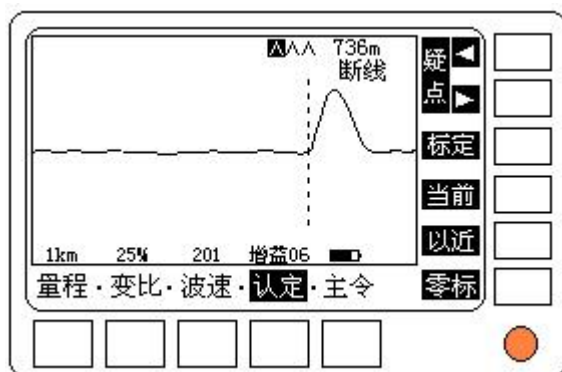

图 2.5.1 一个断线故障的自动测试画面
1. 自动测试：按下“自动”键，进入自动测试。仪器将从小到大，搜索每一个量程。可疑点在波形右上角用符号“^”标示，最后将距离最近的一个可疑点的波形、故障距离以及故障性质显示出来。故障距离和故障性质显示在波形的右上角。如图 2.5.1 是一个断线故障的自动测试画面。
2. **查看可疑点：**自动测试完后，仪器停在“认定”菜单，并在波形右上角显示一串“^”符号，表示找到的几个可疑点，其中有一个反显，表示这一个可疑点的波形正在显示，如图 2.5.1。如果要观察前一个可疑点，按动“疑点◀”键，即显示前一个可疑点的波形及故障距离和故障性质，同样，按动“疑点▶”键可以观察后一个可疑点。